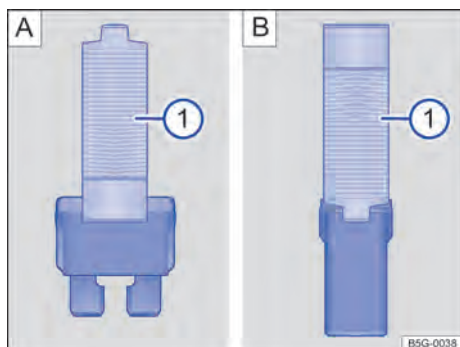

Fig. 244 Retirar ou colocar o fusível com a pinça de plástico: **A** fusível plano, **B** fusível de bloqueio.
- De acordo com a versão do fusível, colocar as garras adequadas da pinça de plástico → Fig. 244 **A** ⓘ ou Fig. 244 **B** ⓘ lateralmente no fusível.